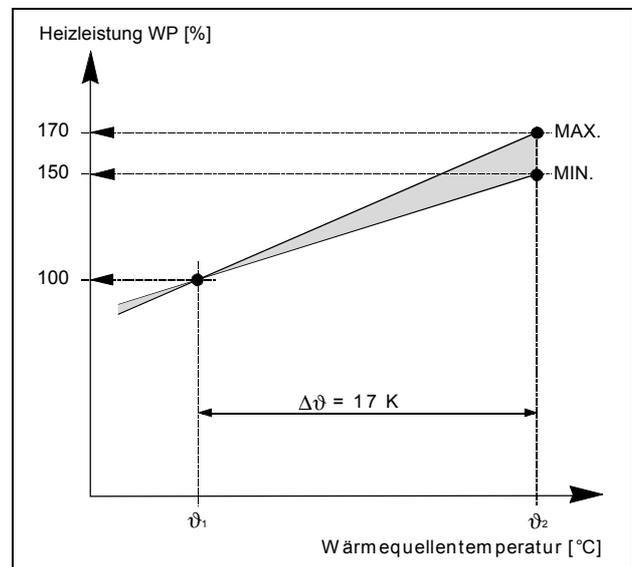

Bild 17: Leistungsänderung wärmequellenseitig 3...4% pro Kelvin Verdampfungstemperaturänderung
- Je niedriger die Verdampfungstemperatur, desto niedriger die Heizleistung (Bild 17)